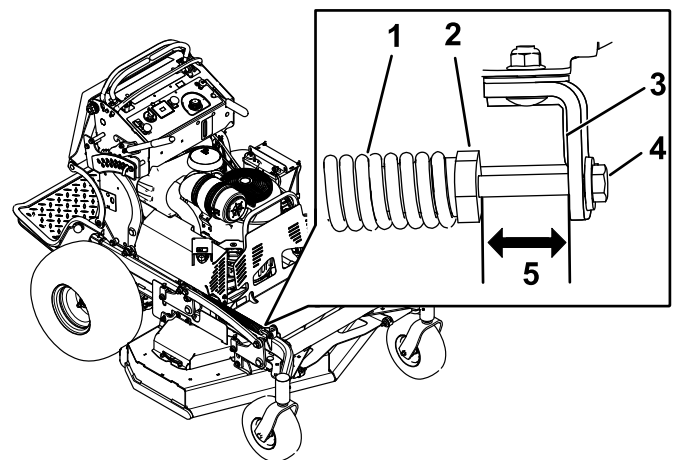

Bild 98
2. Prüfen Sie den Abstand zwischen der Federmutter und der Rückseite der geschweißten Befestigungshalterung (Bild 98).
3. Die Länge sollte zwischen 47 mm bis 50 mm liegen (Bild 98).
4. Stellen Sie ggf. den Abstand ein, indem Sie die Schraube an der Vorderseite der Befestigungshalterung einstellen (Bild 98).